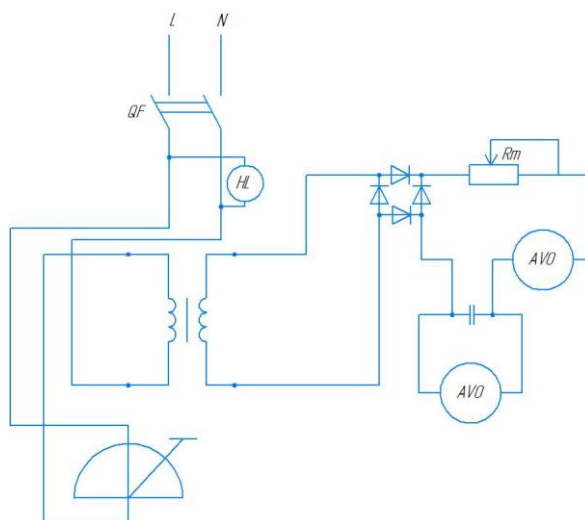

Рисунок 3. Принципиальная схема исследуемой цепи
4. Пользуясь схемами соединений (рис. 3), начертить принципиальную схему исследуемой цепи с включенными измерительными приборами.